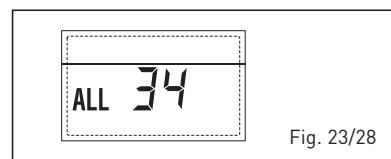

Fig. 23/28
- **ANOMALÍA COMUNICACIÓN FICHA RS-485 Y FICHA RS-485 "ALL 35" (fig. 23/29)**